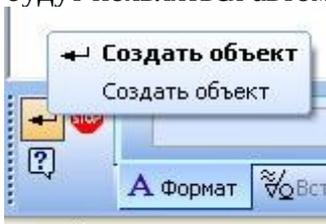

Рис. 4
4. После заполнения спецификации нажмите кнопку  (рис. 4). Последующие листы будут появляться автоматически.
Заполните основную надпись и нажмите кнопку **Создать объект** (рис. 4).